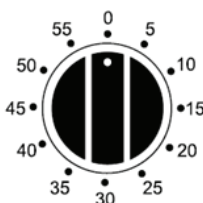

Рис. 2.1
Вид механического таймера на 60 минут представлен на рис. 2.1. Максимальное время, на которое может быть установлен таймер, равно одному часу. Для установки времени таймера сначала поверните ручку (5) по часовой стрелке до положения 60 минут, а затем против часовой стрелки до выбранного Вами времени. По истечении установленного вре-